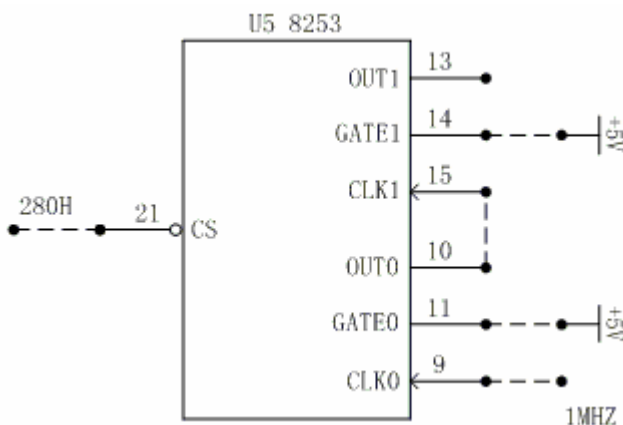

图3-3
3、按图3-3连接电路，将计数器0设置为方式3（方波），计数器设置为方式2（分频）。实现计数器0的输出为方波，计数器1的输出是计数器0输出的分频波形。人机交互界面设计：实现在显示屏幕上提示输入计数器0（方波）的参数和计数器1（分频信号）的参数。如下所示：